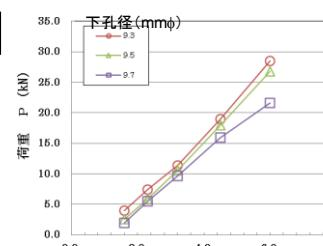

図3 引張強度：板厚と最大荷重
- 引張強度：板厚が厚くなるにつれて最大荷重は大きく増大し、下孔径が小さくなるにつれ最大荷重が増加（図3）